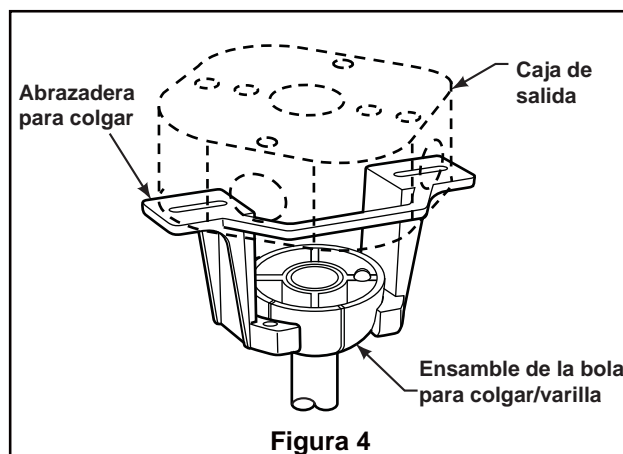

Figura 4
4. Afloje los dos tornillos de fijación del soporte del barral. Introduzca los cables de color negro, blanco, azul y naranja para techo a través de la varilla. (Figura 4)
2. Levante cuidadosamente el ventilador y coloque el ensamblaje de la bola para colgar/varilla en la abrazadera para colgar que acaba de fijar a la caja de salida. Asegúrese de que la ranura de la bola esté alineada con la lengüeta de la abrazadera para colgar. (Figura 4)
3. Una vez realizadas las conexiones, gire los conductores hacia arriba y, con cuidado, colóquelos dentro de la caja de salida; con los conductores blancos y verdes hacia un lado y los conductores negros hacia el otro. (Figura 4)